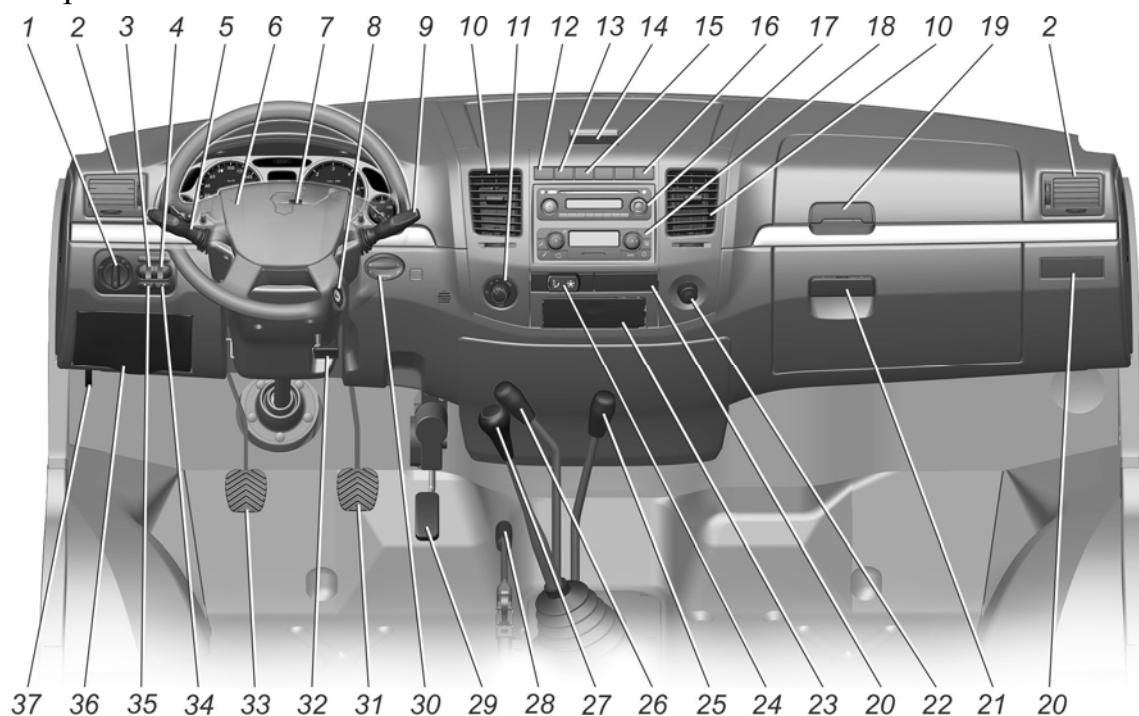

Рис. 5.1. Панель приборов и органы управления
*Расположение органов управления автомобиля показано на рис. 5.1.*